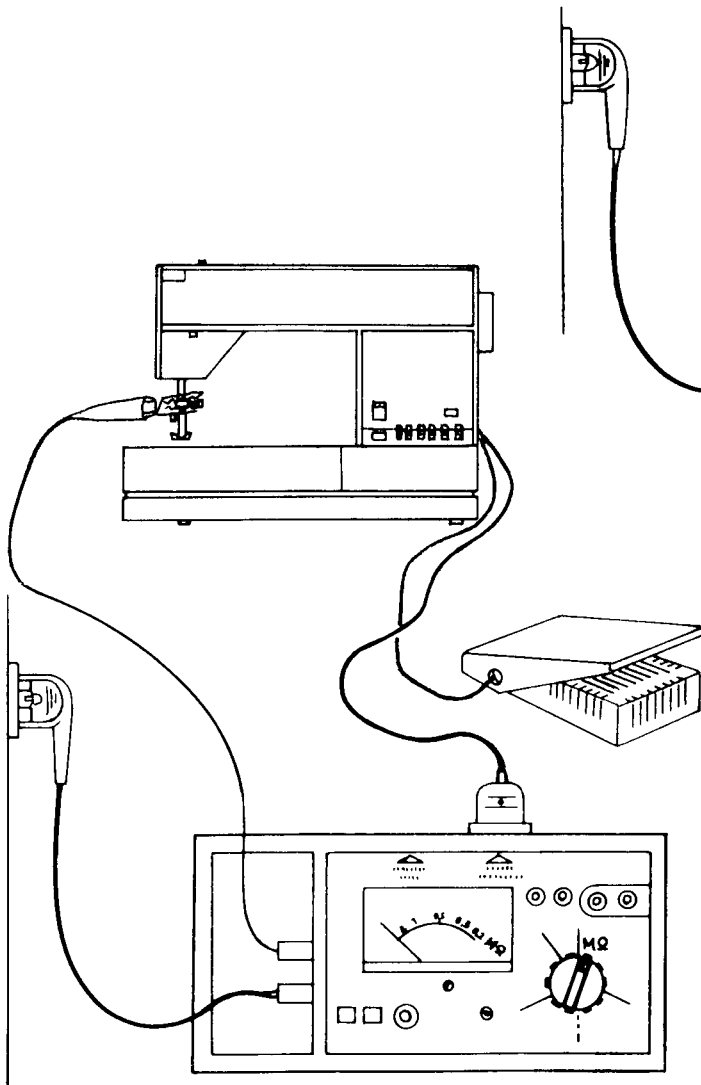

Fig. 60b
- Kabel des Metratesters an Nadelstange und, oder Fußanlasser (siehe Abb. 60b) anbringen.